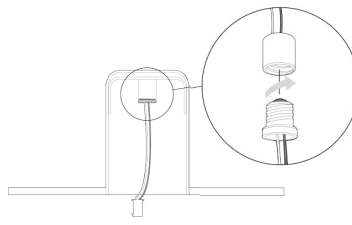

Figura 1 - Fije el conector de tipo Edison, atornillándolo en el receptáculo
1. Enchufe el conector de tipo Edison o GU24 en el receptáculo del alojamiento empotrado, (como se ilustra en la Figura 1).